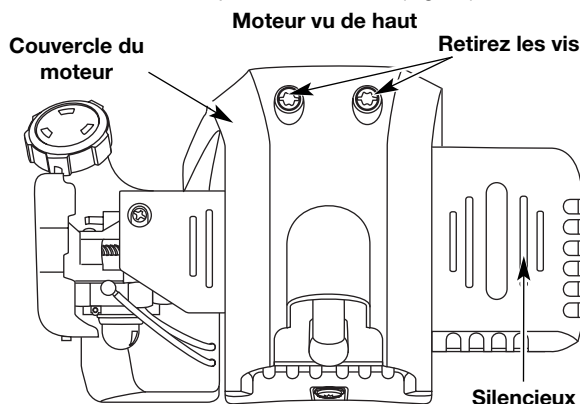

Fig. 31
2. Enlevez les deux vis (2) du haut du couvercle du moteur à l'aide d'un tournevis à lame plate ou T-25 Torx (Fig. 31).
6. Déposez le couvercle du moteur (Fig. 31).
13. Remplacez le couvercle du silencieux. Glissez avec un déclit les encoches sur les côtés du couvercle par-dessus les languettes du couvercle du moteur (Fig. 31).